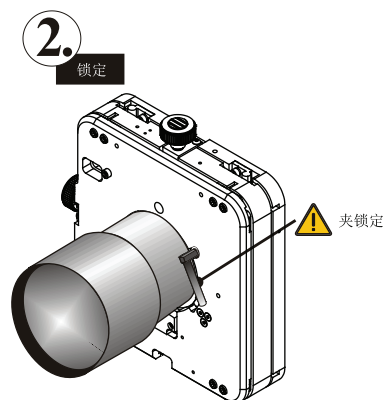

图 2-8 锁定镜头
4. 将镜头夹扳到 DOWN（向下）位置以锁定镜头总成。请参阅图 2-8。